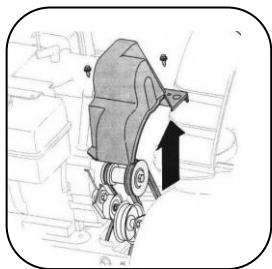

Рис. 15
1. Снимите кожух ремня спереди двигателя, выкрутив два винта. См. рис. 15